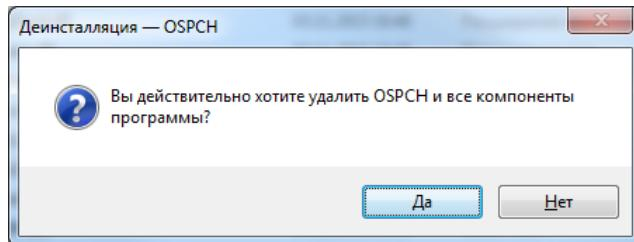

Рис. 71
- в открывшемся окне, представленном на рис. 71, нажмите кнопку «Да».